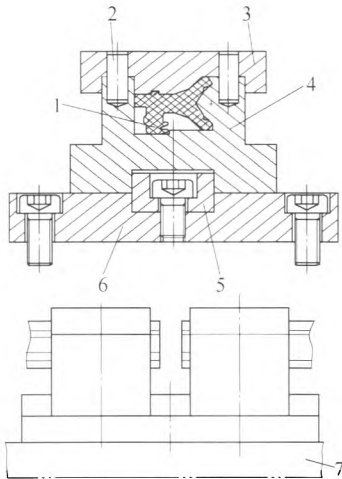

图 5 密封圈自动粘接专用工装示意图
(2) 密封圈粘接装备组成：主要由上下胎模、滑座体、导向键、定位板及定位销等部分组成。
(3) 密封圈粘接专用工装设计：为实现密封圈左右两端的紧密对接，保证优良的粘接效果，设计专用的粘接工装。先将待粘接密封圈穿入工装上、下胎模槽内，通过导向键带动滑座体及密封圈作直线滑动，实现密封圈左右两端的精准对接（原理见图 5）。